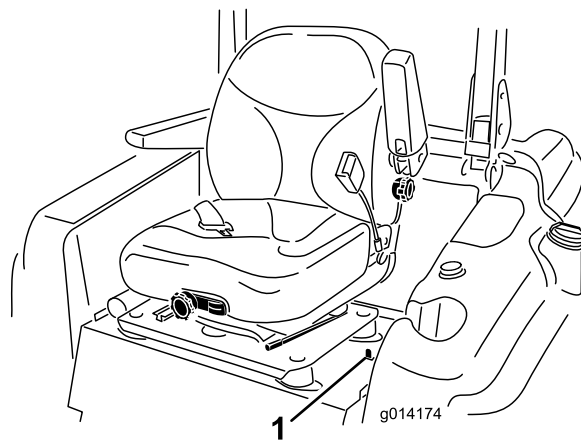

Bild 23
1. Bewegen Sie den Hebel auf der linken Seite des Sitzes nach hinten, um den Sitz zu entriegeln, und ziehen Sie den Sitz oben nach vorne (Bild 23).